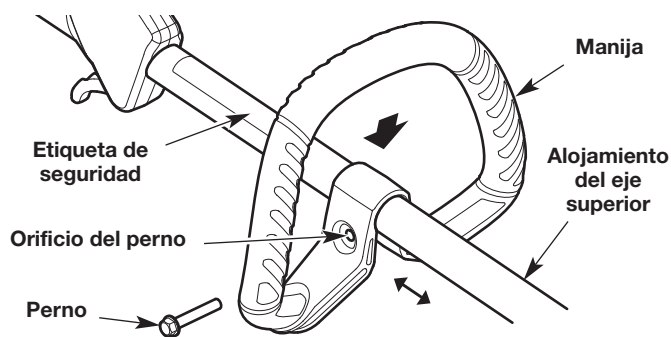

Fig. 6
1. Oprima la manija hacia abajo sobre el alojamiento del eje superior (Fig. 6). Asegúrese de que el orificio del perno mire hacia la derecha (Fig. 6).
2. Inserte el perno en el orificio del perno y oprímalo para que pase a través de él (Fig. 6). Ajuste el perno con un destornillador de cabeza plana, pero no lo ajuste completamente.
3. Mantenga la unidad en la posición de funcionamiento (Fig. 15). Mueva la manija hacia arriba o abajo del alojamiento del eje superior hasta que esté en una posición cómoda (Fig. 6). Compruebe que la manija esté ubicada más allá del extremo de la etiqueta de seguridad (Fig. 6).
1. Afloje el perno con un destornillador de cabeza plana (Fig. 6).
2. Mantenga la unidad en la posición de funcionamiento (Fig. 15). Mueva la manija hacia arriba o abajo del alojamiento del eje superior hasta que esté en una posición cómoda (Fig. 6). Compruebe que la manija esté ubicada más allá del extremo de la etiqueta de seguridad (Fig. 6).